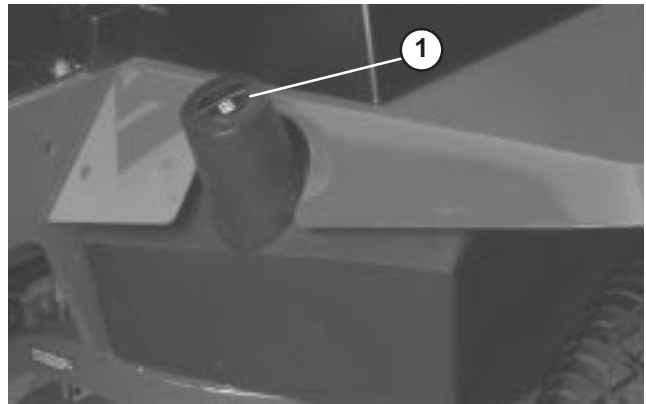

Figure 58
2. Retirez le bouchon de vidange au fond du réservoir (Fig. 58) et laissez s'écouler l'huile dans un bac de vidange. Revissez le bouchon de vidange en place lorsque toute l'huile s'est écoulée.